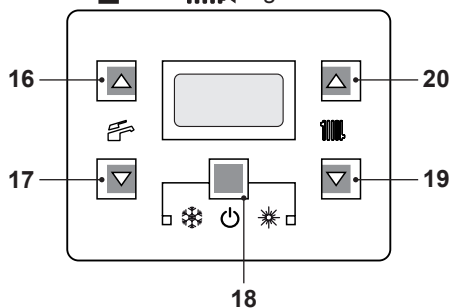

Figura 6.6
- Tenere premuto per 2 secondi il tasto 18 fino a far apparire sul display entrambe i simboli  e . Figura 6.6.
- Spegnerla caldaia tenendo premuto per 2 secondi il tasto 18 (Figura 6.6) fino a far apparire sul display LCD il simbolo  (Figura 6.5).